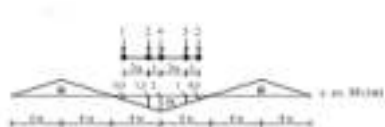

Рисунок 2.8
2) На рис. 2.8 показано положение системы грузов, при котором в сечении k возникает минимальный (наибольший со знаком минус) изгибающий момент. Критическим грузом является сила 4 кН, так как при